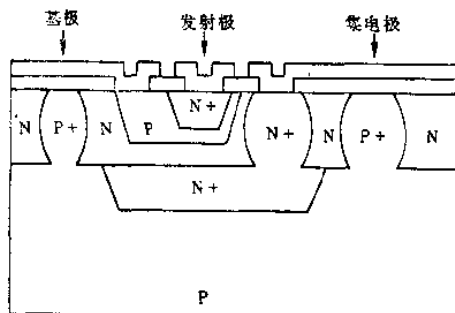

图 1-18 双极晶体管
4. 双极工艺 双极工艺是目前采用的速度最快工艺之一。双极工艺所采用的主要技术即低功耗肖特基晶体管-晶体管逻辑(LPSTTL)。现在这项技术一般用于制作速度很快的位片器件, 它执行一条指令的速度为70~100毫微秒, 而单片微处理器的速度约为1微秒。双极工艺的两个主要缺点是功耗大、集成度低。因此, 它至今还不能在一个芯片上制作完整的单片微处理器, 而只能制作一个传统的CPU。这些就是新的位片器件, 它将在第三章的后一部分讲述。双极电路的主要特点是速度高。图1-18是一个做好的双极晶体管。在双极工艺的领域中, ECL具有潜在的很高的速度。